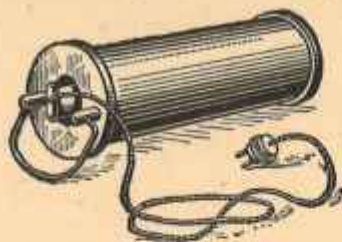

FIG. 117. — Chauffe-lit électrique.
c) Les *chauffe-lits* (ou « moines électriques »), qui ont la forme d'un cylindre de 30 centimètres de long (fig. 117). En plus de la résistance chauffante, le chauffe-lit est garni de sable : on le met sous tension pendant dix minutes ou un quart d'heure ;